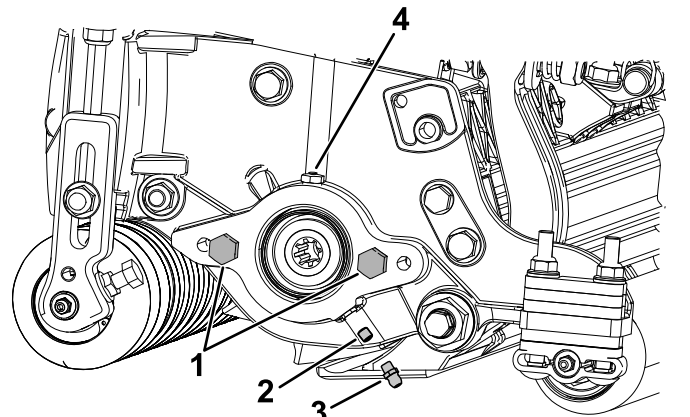

图 4
2. 安装直通黄油嘴 图 4。
1. 拆下并丢弃滚刀马达侧板上的固定螺丝 图 4。
2. 如果滚刀马达侧板上没有平头螺丝请安装图 4。
5. 润滑侧板直至多余的润滑脂流出润滑孔图 4。